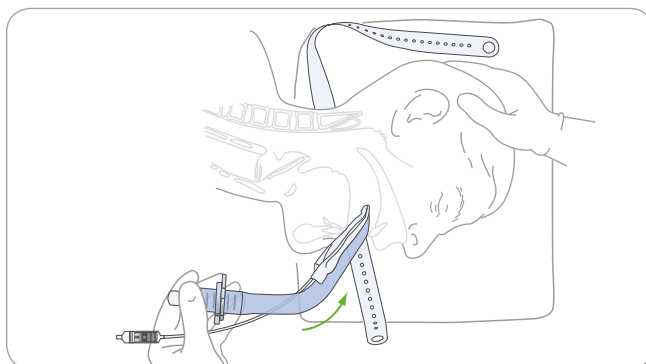

Figura 10. Pressione a almofada mais para o interior da boca, mantendo a pressão contra o palato
8. Pressione a extremidade distal contra a região interna dos dentes ou gengivas superiores, conforme ilustrado na **Figura 10**.